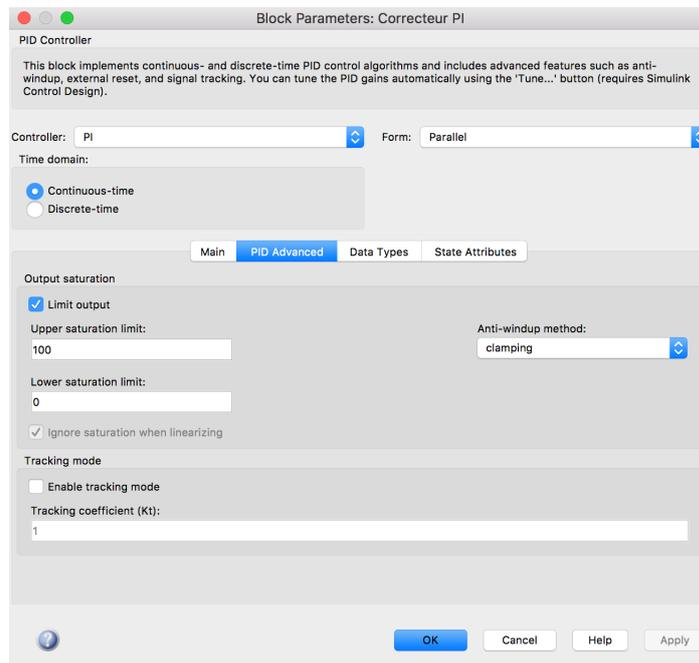

FIGURE 1.6: Schéma-bloc d'un contrôle PID
3. Cliquer sur l'onglet *PID Advanced* et vérifier que la fenêtre est configurée comme indiqué sur la figure 1.6.